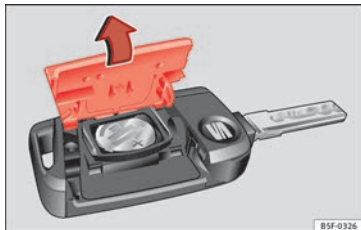

Fig. 93 Clé du véhicule : ouvrez le cache du logement des piles.
- Retirez le couvercle de la partie arrière de la clé du véhicule » fig. 93 dans le sens de la flèche » ①.
- Placez le couvercle comme indiqué » fig. 93, et appuyez-le sur le boîtier de la clé du véhicule dans le sens contraire de la flèche jusqu'à ce qu'il s'encastre.